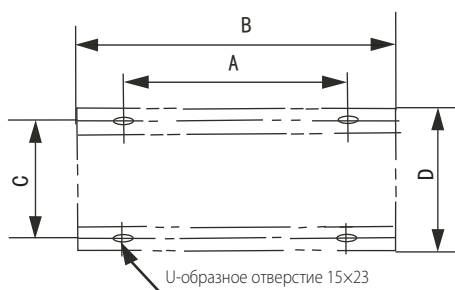

Рис. 4-12
- ❖ Конструкция основания должна быть такой, чтобы все опорные точки блоков полностью поддерживались. Расстояние между болтами указано на рис. 4-12 и в таблице 4-3.